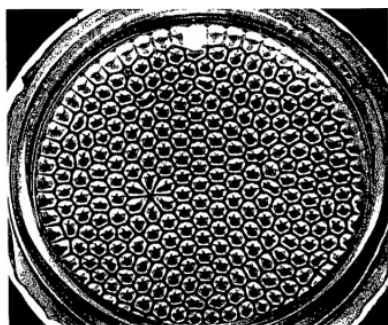

図1 セル状対流パターン¹⁾
論より証拠、作ってみましょう。「実験」と言われると理科嫌いの方は及び腰になってしまうかもしれませんが、料理気分でやってみましょう。用意するのはサラダ油にコーヒーの粉、片手鍋にフライパンだけで結構です。①まず、鍋に油を数ミリの深さまで入れます。②その上からコーヒーの粉を軽く均等に振りかける、小さじ一杯程度でしょうか。③コンロでさっと加熱したフライパンの上に鍋を置く。これで準備完了です。加熱が強すぎたり直火だったりすると、うまくいかないかもしれません。鍋の底の油は加熱され密度が小さくなるので浮かび上がり、表面の油は相対的に重たくなり沈みます。どうでしょう、綺麗な模様が見えてきませんか？図1は実験で得られた可視化写真ですが、この模様は細胞状に見えることから対流セル、またこの現象はベナール対流あるいはベナール・マランゴニ対流とそれぞれ呼ばれています。対流についての詳しい話を始める前に、ここでは家庭でできる簡単綺麗な対流実験を紹介して、不思議な対流の世界へご案内します。